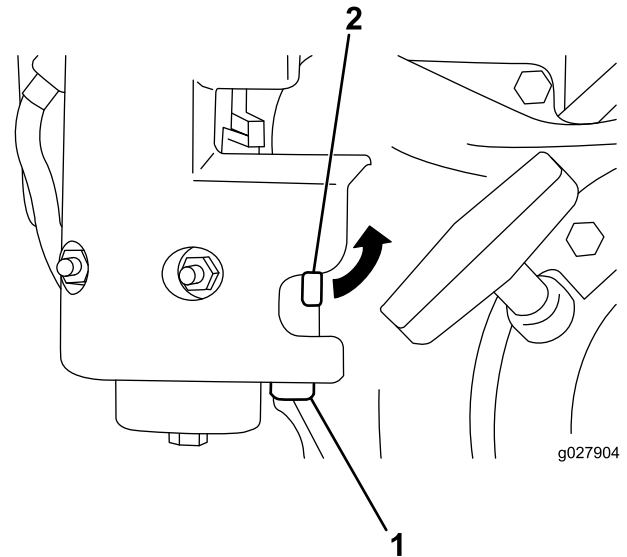

Bild 29
1. Schließen Sie den Kraftstoffhahn und schrauben Sie die Sedimentschale vom Vergasergehäuse ab (Bild 29).